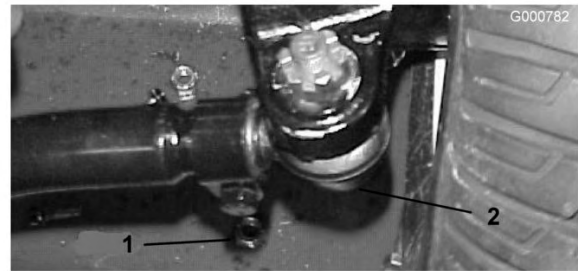

Figura 72
2. Per regolare, togliete la coppia e il dado da uno dei giunti a sfera del tirante. Togliete il giunto a sfera del tirante dal supporto della scatola del ponte (Figura 72).
3. Allentate i fermi su entrambe le estremità dei tiranti (Figura 72).